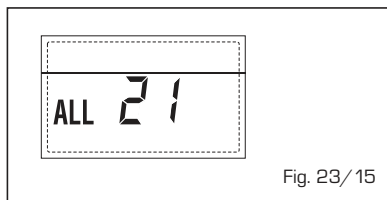

Fig. 23/15
- **INTERVENCIÓN TERMOSTATO DE SEGURIDAD SEGUNDA ZONA MEZCLADA "ALL 22" (fig. 23/16)**